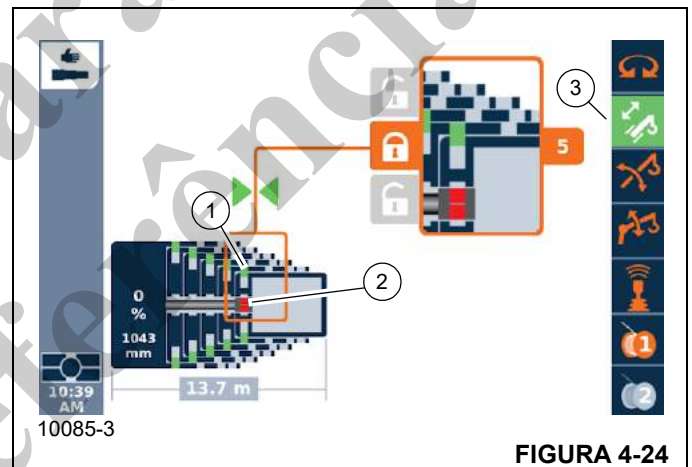

FIGURA 4-24
- Função telescópica ativada — símbolo (3, Figura 4-24) verde
- Seção telescópica travada — símbolo (1) verde
- Cilindro telescópico destravado — símbolo (2) vermelho